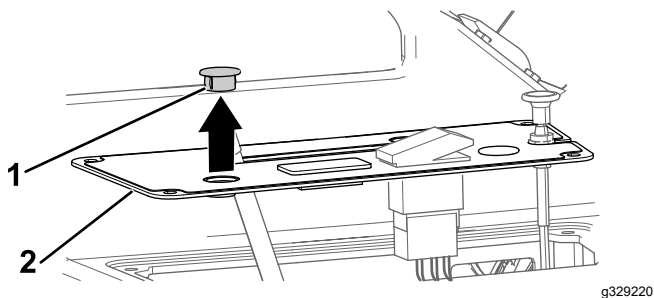

Figure 4
2. Enlevez l'obturateur rond du couvercle du panneau de commande (Figure 4).